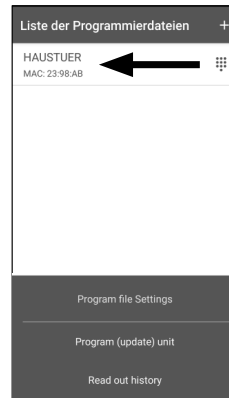

Abb. 95
- ④ Es erscheint die Liste der Programmierdateien. Hier werden die gewünschten Änderungen in Programmierdateien generiert und für den Versand an den Zylinder gesammelt. Standardmäßig besteht keine Sammlung, sodass die Liste leer ist. Sofern sich noch frühere Programmierdateien in der Liste befinden, löschen Sie sie durch schieben des jeweiligen Eintrags von rechts nach links (Abb. 95).